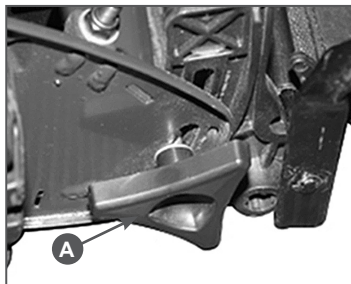

Рис. 5 Регулировка высоты кошения
2. Установите травосборник на штифты роликкового механизма с обеих сторон (Рис.5)
Высота кошения устанавливается при помощи опорного ролика. Ослабьте зажимные винты А (Рис.5), установите требуемое положение опорного ролика и затяните винты. Убедитесь в том, что ось ролика параллельна оси ножа.